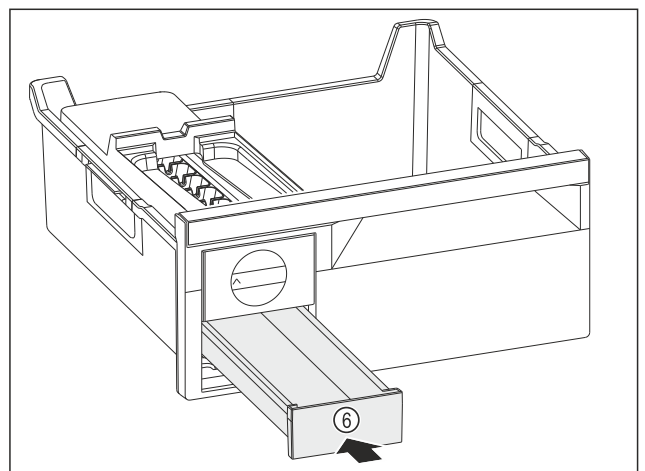

Fig. 83
- ▶ Insérer le compartiment à glaçons Fig. 83 (6).